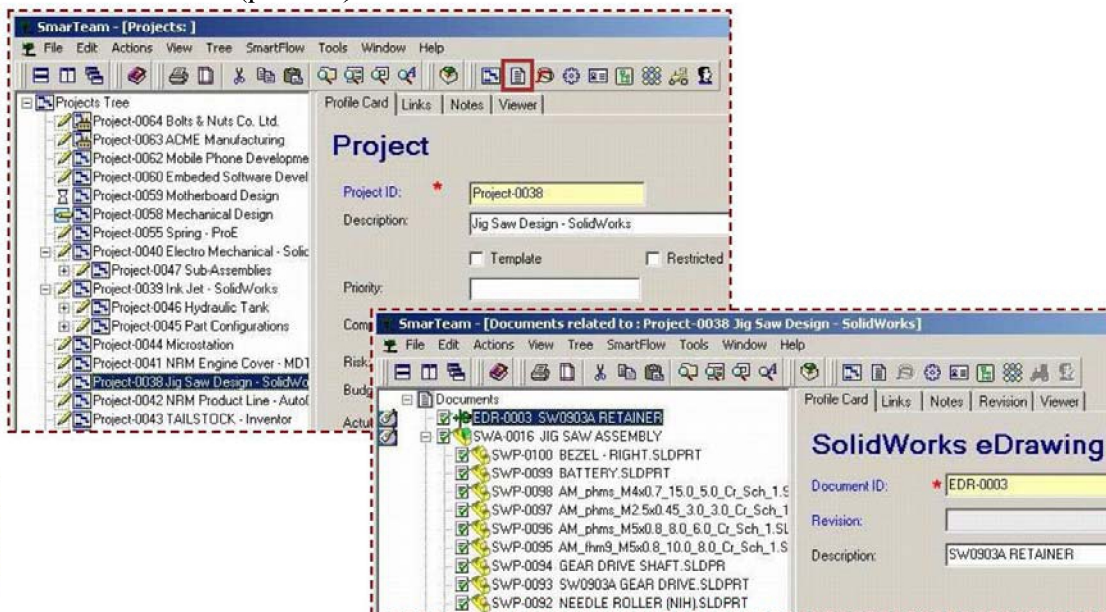

Рис. 65. Статус «Released»
- Документы по проекту Jigsaw выводятся на экран. Все документы имеют статус «Released» (рис. 65).